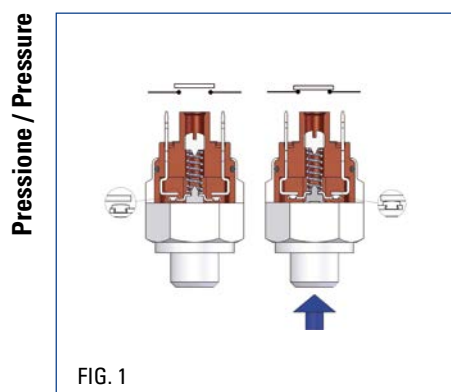
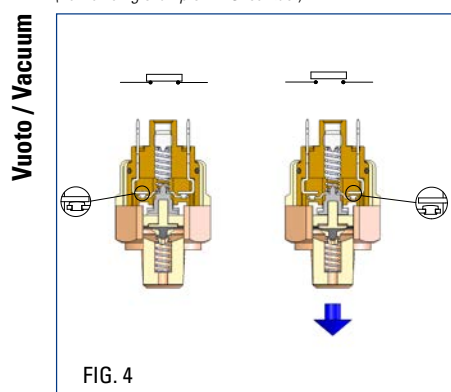

FIG. 1
FIG. 4
- Nella versione NORMALMENTE APERTA (N.A.) Fig. 1 (Fig. 4 per il vuoto), il contatto si presenta aperto, ossia non esiste passaggio di corrente in assenza di pressione. Al raggiungimento della pressione di taratura il contatto elettrico si chiude.
- In the NORMALLY OPEN (NO) version on Fig. 1 (Fig. 4 for vacuum), the contact is open, i.e. there is no flow of current in the absence of pressure. When the pressure setting is reached, the electrical contact closes.